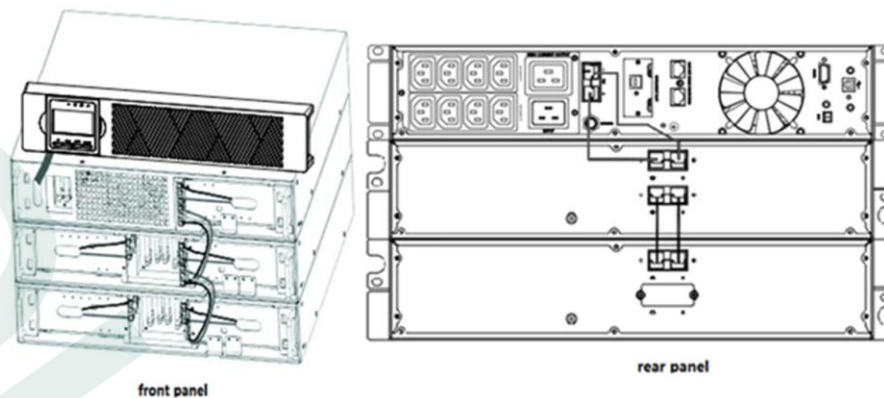

Рис. 2-10
- Для нижнего (или только) бат.блока отсоедините кабельный ввод EBP в верхней части передней крышки EBP. Расположение верхнего кабельного ввода EBP показано на рисунке (см. рис. 2-10).
- Если вы устанавливаете несколько бат.блоков, для каждого дополнительного бат.блока снимите заглушку с кабеля EBP в верхней и нижней части передней крышки EBP. Расположение заглушек для кабелей EBP (см. рис. 2-10).